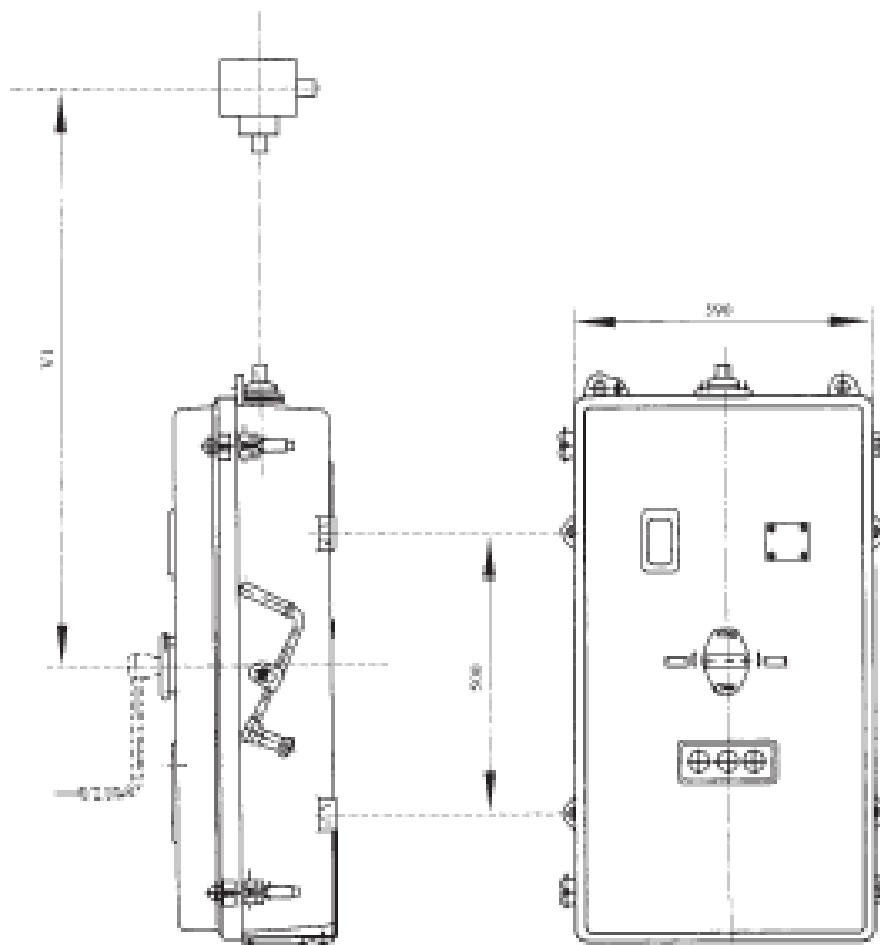

Figura 6 Instalación del Accionamiento Motorizado CMA7
5.2 Montaje del Eje de Accionamiento y la Caja de Engranajes Cónicos (Véase la Figura 6)